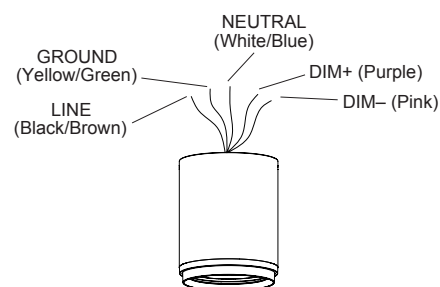

Figure 1
STEP 1: Loosen screw with screwdriver, and detach the mounting plate. See Figure 1.
ÉTAPE 1: Desserrez la vis à l'aide d'un tournevis, puis retirez la plaque de fixation. Voir la Figure 1.